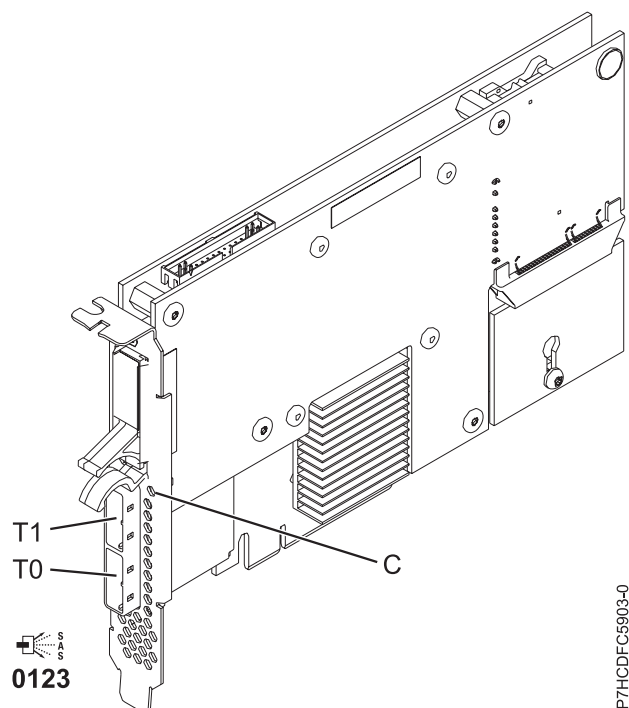

Figura 5. Adaptador RAID SAS PCIe Dual - x4 de 3 Gb
El adaptador 5903 o 5805 contiene un LED ((C) enFigura 5) que parpadea si hay datos en la memoria caché. El LED de presencia de datos en la memoria caché parpadea cuando es posible que haya datos en la memoria caché sobre el adaptador. Si el LED de presencia de datos en memoria caché está parpadeando, no sustituya la batería de memoria caché. Si se sustituye cuando el LED está parpadeando, los datos de la memoria caché se perderán. Consulte Figura 5 para localizar el LED de presencia de datos en la memoria caché sobre este adaptador.